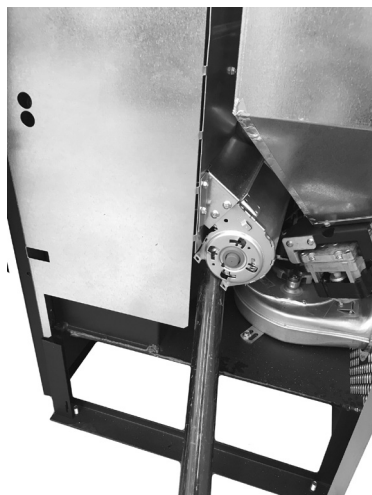

Fig. 34 - Reiniging omgevingsventilator
- Gebruik voor de vervanging van de zekeringen in het elektrische stopcontact achter de kachel een schroevendraaier voor schroeven met inkeping. Steek deze in het deurtje en gebruik hem als hefboom (zie **Fig. 34**) Trek de te vervangen zekeringen vervolgens naar buiten.